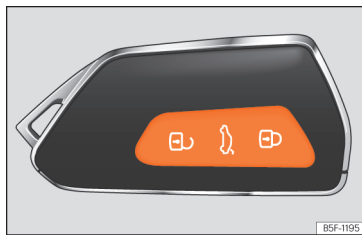

Fig. 75 Llave por control remoto: teclas.
- Bloquear: pulse el botón  »» **fig. 75**.